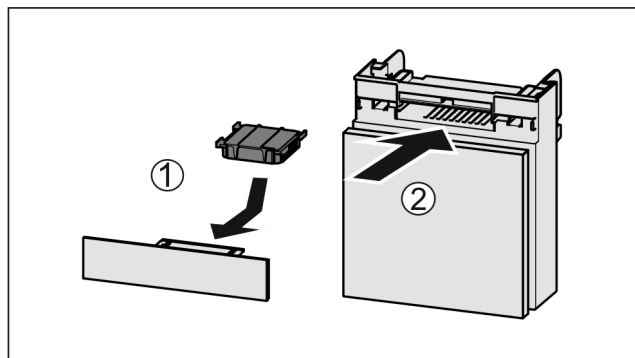

Fig. 154
- Поставете Fig. 154 (1) филтъра с активен въглен, както е показано на фигурата.
- Вкарайте Fig. 154 (2) отделениято.